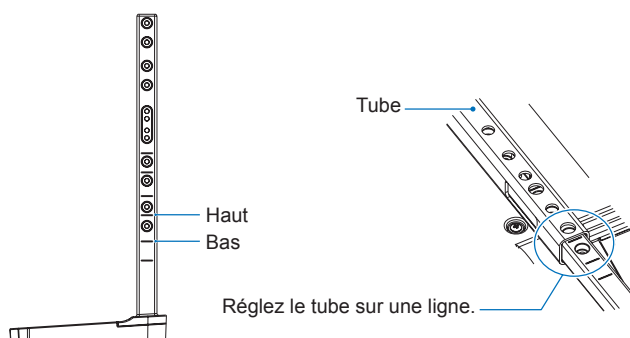

Figure 1
1. Les lignes sur le pied indiquent le réglage de la hauteur (**Figure 1**). Réglez le tube sur les lignes.